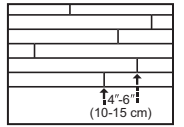

Figura 4
• Ponga atención para escalar los extremos de los tableros al menos de 4"-6" (10-15 cm) cuando sea posible en hileras adyacentes (Figura 4). Esto ayudará a lograr una apariencia general más favorable del piso.
Compruebe que exista un encaje ajustado entre todos los bordes y extremos de cada tabla. Las uniones de extremo de las hileras adyacentes deben escalonarse 4"-6" (10-15 cm) cuando sea posible, para lograr una apariencia general favorable (Figura 4).
Conservar 6" (15 cm) de distancia entre las juntas de extremo después de las primeras cuatro hileras para lograr una mejor apariencia (Figura 4).